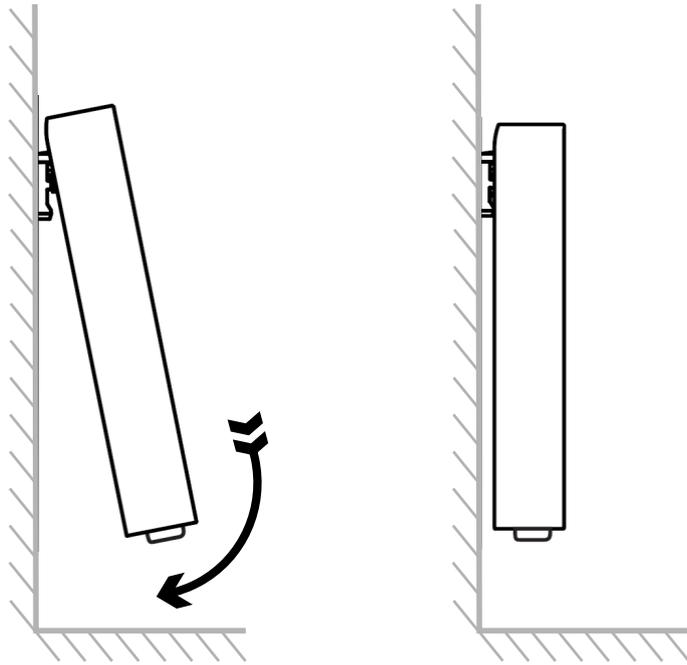

Fig. 3
- Cuelgue el emisor (**Fig. 3**) y mediante un destornillador bloquee los dos soportes (**Fig. 4**) para evitar que el emisor sea descolgado.